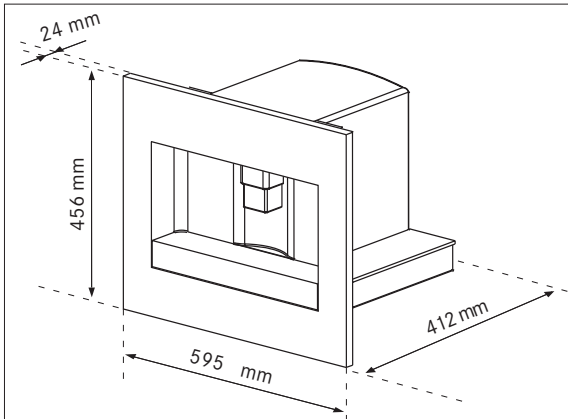

Fig. 1
- ▶ Merci de vérifier les mesures minimales nécessaires à l'installation correcte de l'appareil (Fig. 1, 2 and 3).